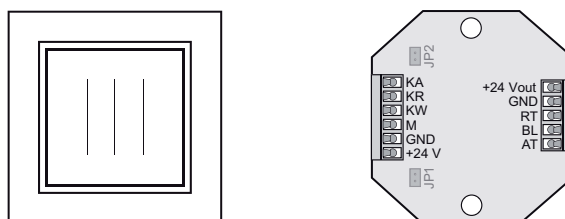

Fig. 1: kåpa för signallampa med ram (vänster), insats bak (höger)
- Inställning av anropssignal som oavbruten signal eller pulserande via överbygling (fig. 1, JP1/JP2)